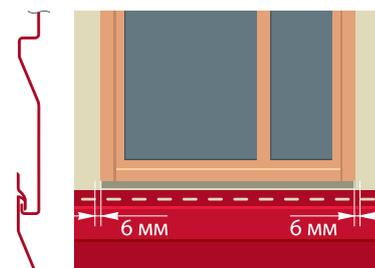

Рис. 33
- ▷ Приложите панель к окну, отметьте размеры окна и наличников с учетом сложных доборных элементов, добавьте по 6 мм с каждой стороны (рис. 33);